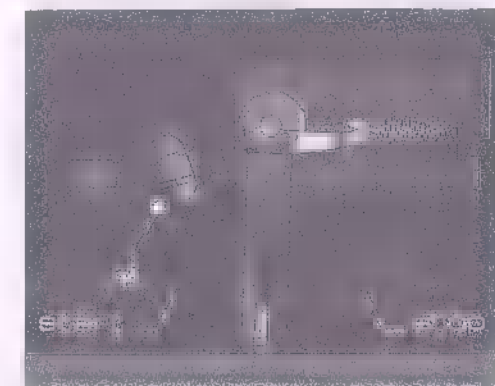

Fig. 26
Beim Betätigen der Steuertaste senkt sich die Abtastnadel selbsttätig in die Einlaufritze der Schallplatte. Setzt z.B. bei einem nachträglich montierten Tonabnehmersystem der Abtaststift zu weit innen oder außerhalb der Schallplatte auf, stellen Sie die Drehtaste für die Plattenteller-Drehzahl-Einstellung auf "33". Durch Abnehmen der Zierleiste (nach vorne drücken und am hinteren Rand zuerst hochklappen) wird die Regulierschraube (14) sichtbar, mit der der Tonarmaufsetzpunkt justiert werden kann (Fig. 26). Legen Sie bitte eine 30 cm-Schallplatte auf und starten Sie das Gerät. Wenn der Abtaststift zu weit innen oder außen auf der Schallplatte aufsetzt, drehen Sie die Justierschraube entsprechend nach rechts oder nach links.
Lorsqu'on actionne la touche de commande, la pointe de lecture descend automatiquement dans le sillon d'entrée du disque. Si après un changement de cellule, la pointe descend trop loin à l'intérieur ou à l'extérieur du disque, amenez le bouton de réglage de la vitesse du plateau sur "33". Lorsqu'on retire la réglette décorative (en la soulevant préalablement sur le bord arrière) la vis de réglage (14) du bras devient visible (Fig. 26). Posez un disque de 30 cm sur le plateau et mettez l'appareil en route. Si la pointe descend trop vers l'intérieur ou l'extérieur du disque, tournez la vis vers la gauche ou resp. la droite.
Move the speed selector to "3". Removing the decorating strip (first lift it on the rear edge) will expose the control (14) for tonearm indexing (Fig. 26).
Wanneer de afstelling niet juist is, geval de naald ofwel naast of te ver op de plaat komt, dan kan de afstelling gecorrigeerd worden. Daartoe wordt de toerental omschakelaar op "33" gezet. Door het verwijderen van de sierlijst (eerst aan de achterkant omhoogklappen) wordt de instelschroef zichtbaar. Met deze schroef wordt het juiste opzetpunt ingesteld (Fig. 26).
Al elevar la moldura (comenzar la elevación por el canto posterior) aparecerá el tornillo de ajuste (14) con el que se puede ajustar el punto de entrada de la aguja (Fig. 26). Coloque a tal fin un disco de 30 cm. y ponga en marcha el aparato. Si la aguja entra demasiado o se posa fuera del disco, gire el tornillo hacia la izquierda o hacia la derecha respectivamente.
Skulle detta inträffa, ställ varvtalsomkopplaren på läge "33". Genom att ta bort prydningsskruven (skjuts mot framkanten och lyftes i den bakre kanten) blir justeringskruven (14) för nedläggningspunkten synlig (Fig. 26).
Togliendo ora la piastrina sovrastante (premendola verso l'avanti e sollevandone il bordo posteriore) si mette in evidenza la vite (14) con la quale è possibile regolare il punto di discesa del braccio (Fig. 26).